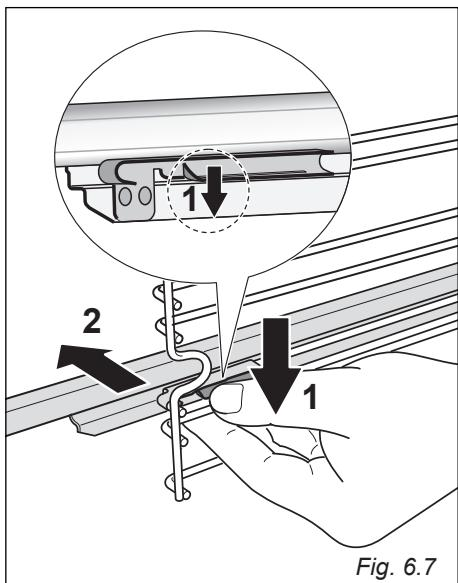

Fig. 6.7
- Repérez les verrous de sûreté. Il s'agit de languettes qui s'agrafent sur le fil de la grille latérale (flèche 1 sur la fig. 6.7).
- Écartez les verrous de sûreté du fil pour libérer ce dernier (flèche 2 sur la fig. 6.7).